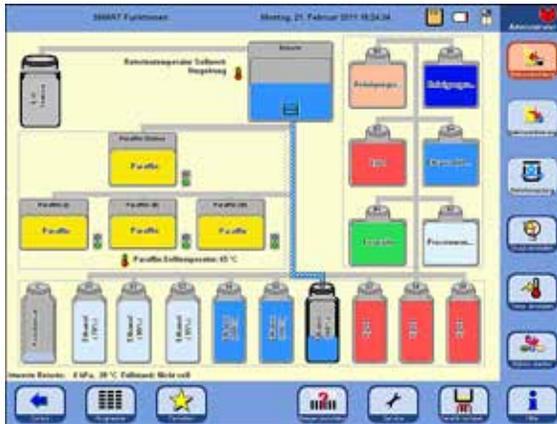

Abb. 171
- Der gesamte Vorgang wird auf dem Bildschirm (Ansicht **SMART FUNKTIONEN**) grafisch dargestellt (Abb. 171).